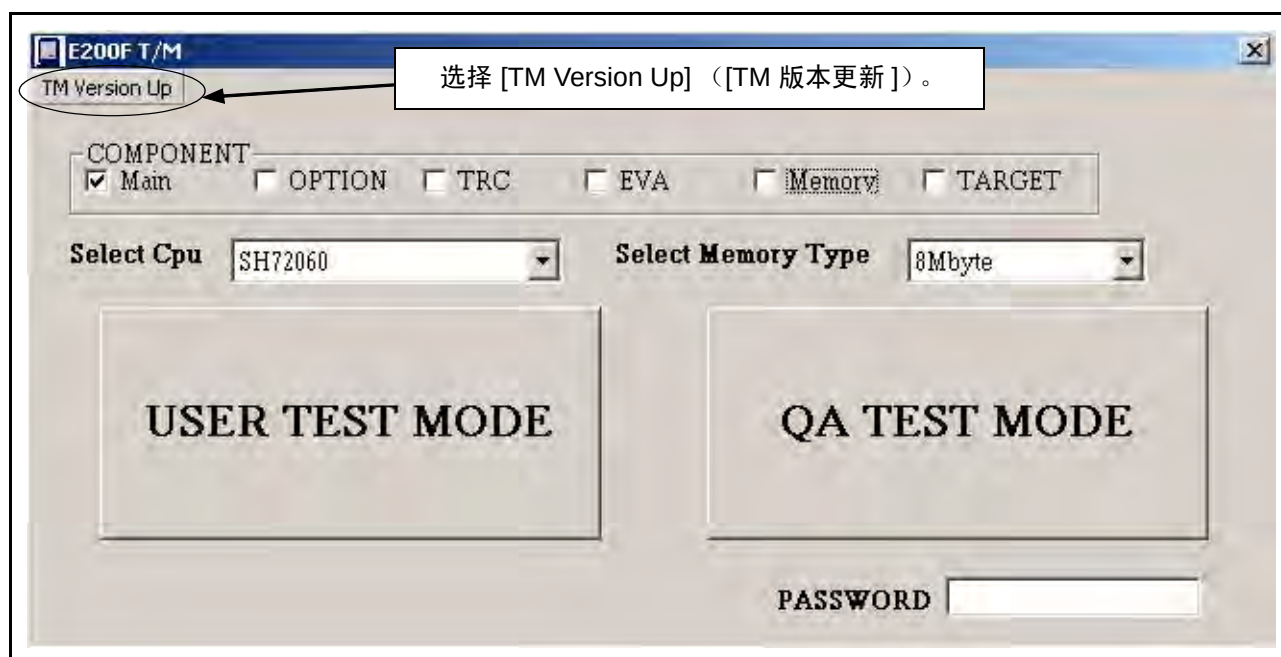

图 3.11 E200F 诊断程序的初始屏幕
4. 此时启动仿真器的诊断程序并显示初始屏幕 (图3.11)。
10. 此时显示 E200F 诊断程序的初始屏幕 (图3.11)。